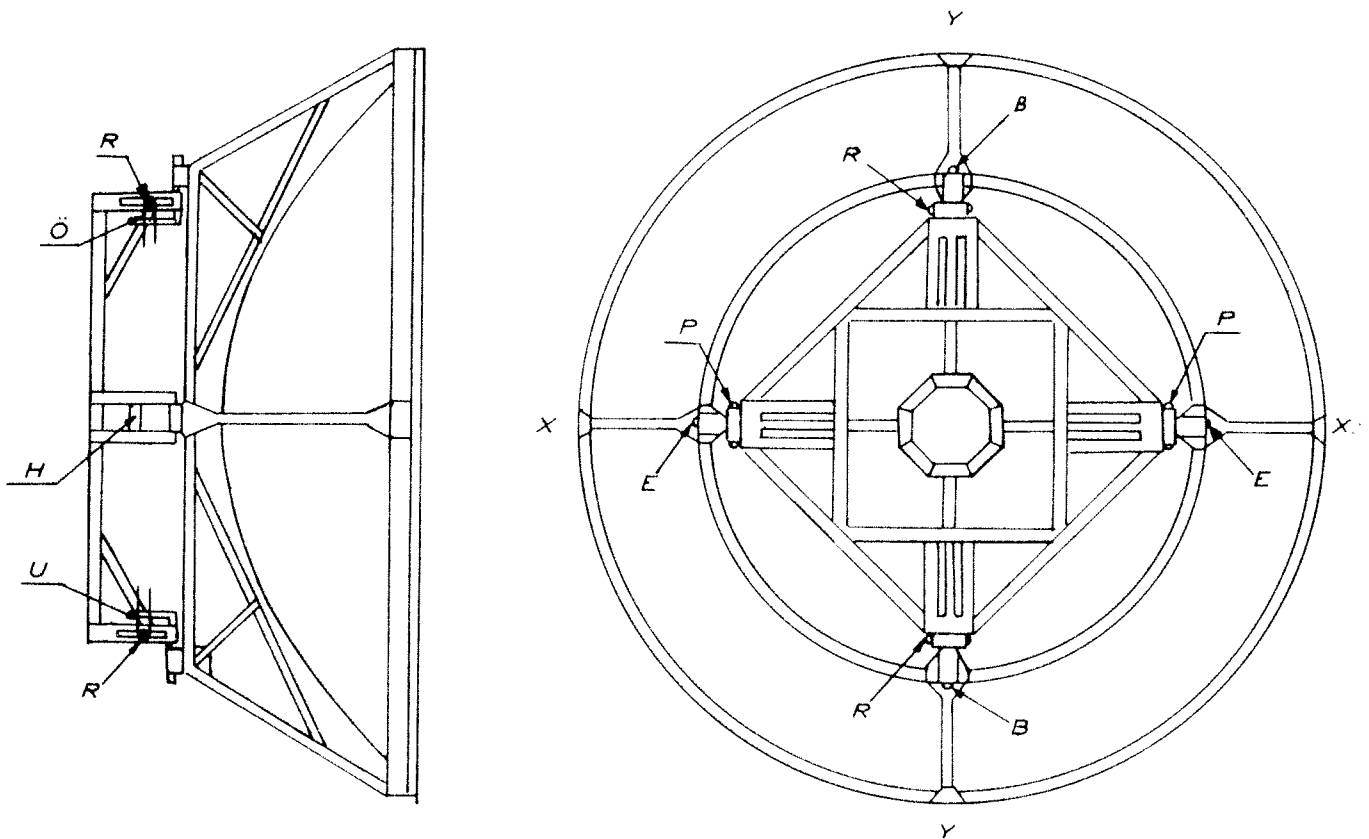

Bild 5
Vridjustering i horisontalplanet kan även utföras på antennramen och tillgår på följande sätt (se bild 5):
- Ställ in önskat läge på antennen. Antennen vrids medurs kring y-axeln genom att muttrarna för den högra ställskruven H och den vänstra ställskruven (inte synlig på bild 5) samtidigt skruvas inåt respektive utåt. Antennen vrids moturs om motsvarande muttrar samtidigt skruvas utåt respektive inåt.